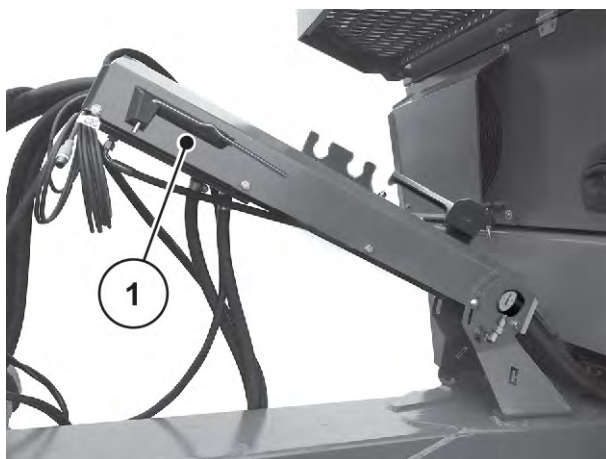

Fig. 64: Inställningsspakens läge
- ▶ Lägg återigen inställningsspaken i den därför avsedda hållaren. Se *Fig. 64 Inställningsspakens läge*